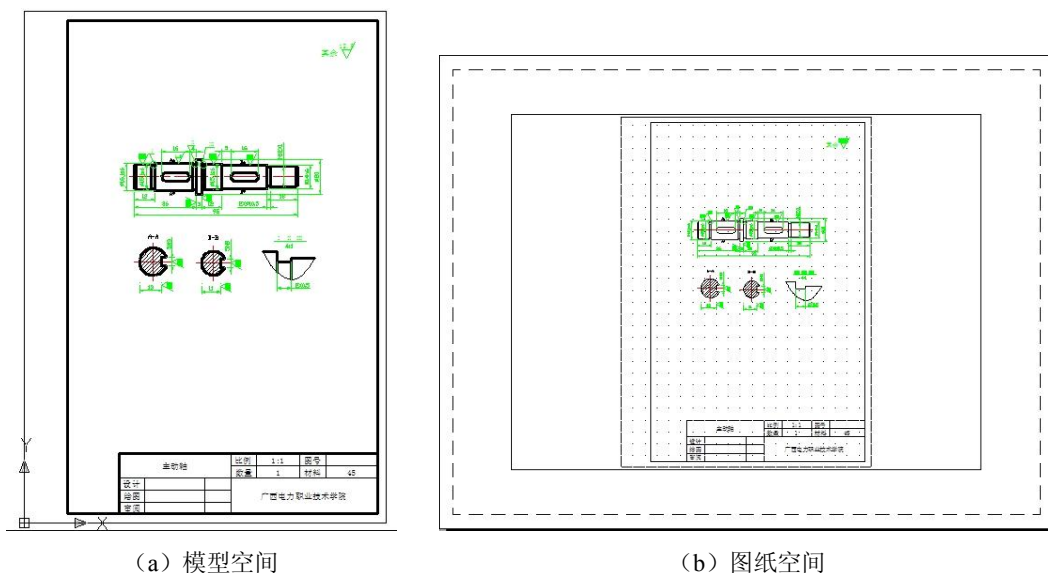

图 2-75 AutoCAD 工作空间
(1) 模型空间和图纸空间。AutoCAD 2007 设立了两个工作空间：模型空间和图纸空间，如图 2-75 所示。
(3) 图纸空间打印输出。用户在图纸空间也可根据需要设置相关的打印布局, 方法如下:
①单击“布局 1”标签, 出现如图 2-75 (b) 所示的图纸空间环境。